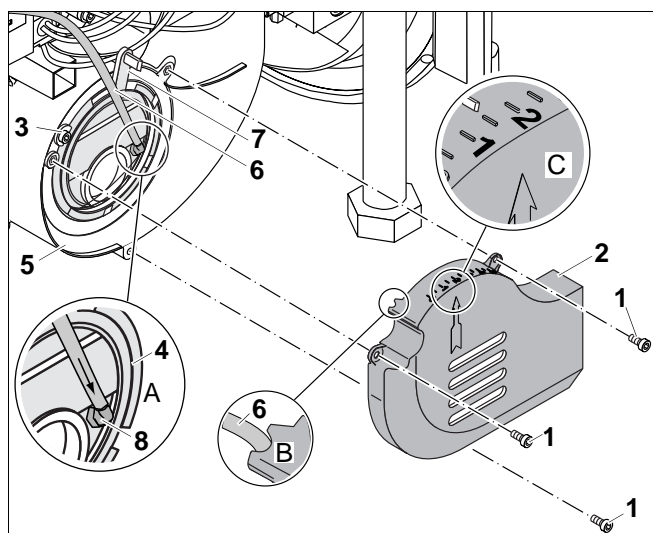

Рис. 63 Установка шумоглушителя и всасывающего канала
- Подсоедините шланг (рис. 63, **поз. 6**) к штуцеру (рис. 63, **поз. 8**) (рис. 63, **поз. А**).
- Установите шумоглушитель (рис. 63, **поз. 2**), при этом следите, чтобы шланг (рис. 63, **поз. 6**) находился в пазе (рис. 63, **поз. В**).
- Закрепите шумоглушитель (рис. 63, **поз. 2**) тремя винтами (рис. 63, **поз. 1**) к крышке корпуса (рис. 63, **поз. 5**).
- Проверьте значение, установленное рычагом (рис. 63, **поз. 7**) на всасывающем канале (рис. 63, **поз. 4**) (он должен стоять на 1,5).
- Если нужно изменить установку всасывающего канала (рис. 63, **поз. 4**), то отверните винт (рис. 63, **поз. 3**) и установите 1,5 (рис. 63, **поз. С**) на шкале шумоглушителя (рис. 63, **поз. 2**), используя рычаг (рис. 63, **поз. 7**).
- Закрепите рычаг всасывающего канала (рис. 63, **поз. 7**) винтом (рис. 63, **поз. 3**).
#### Краткое описание порядка действий по рис. 63